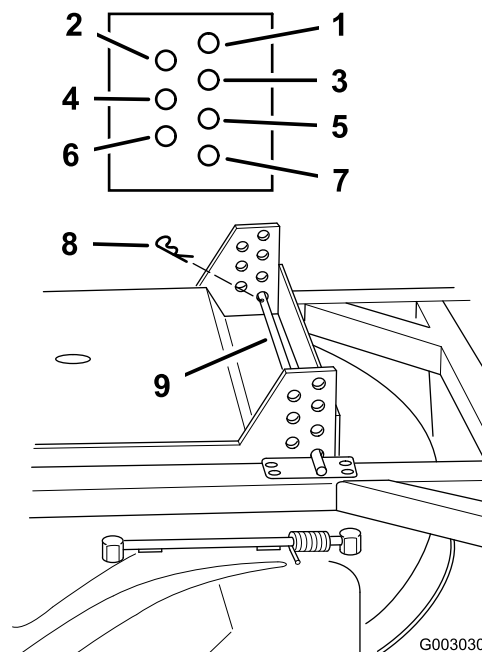

Figura 19
2. Retire los pasadores de horquilla y cambie la posición de las varillas de soporte en los taladros de los soportes de cada esquina del cortacésped (Figura 19).